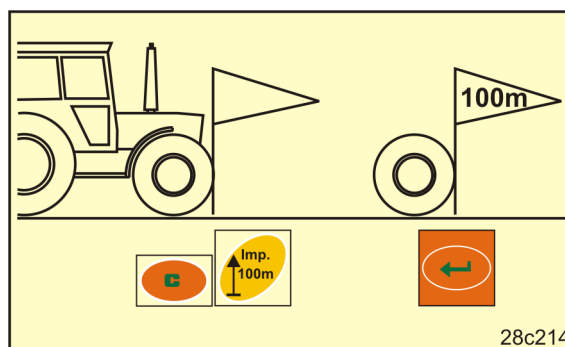

Fig. 26
2. Placer le tracteur sur le point de départ (Fig. 26) et passer le semoir en position de travail (interrompez éventuellement le dosage des semences).